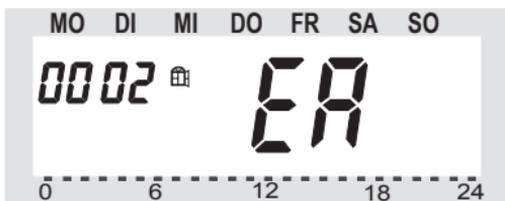

Bild 6
- Am Heizungsregler wechselt die LC-Anzeige auf „**EA**“, siehe Bild 6.